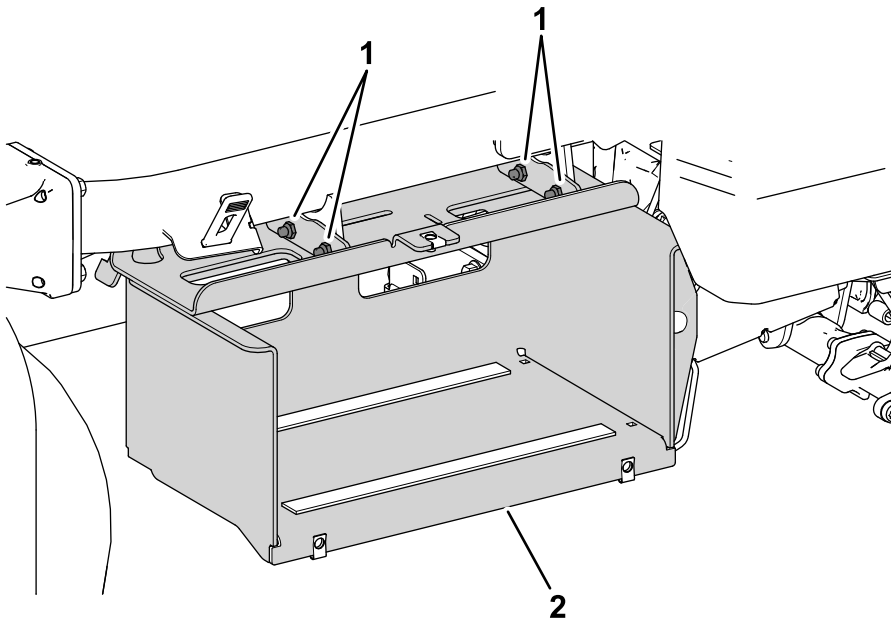

**Bild 3**
- Entfernen Sie die Stifte, mit denen der Bremszylinder am seitlichen Akkuhalterung auf der rechten Maschinenseite befestigt ist (**Bild 3**).